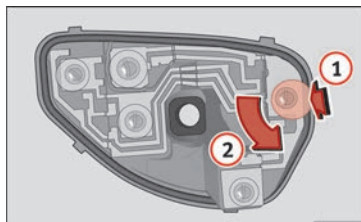

Fig. 107 Cambio de lámparas de las luces posteriores.
- Una vez retirado el portalámparas, presione en sentido de la flecha **1** y gire a la vez en sentido de la flecha **2** »» fig. 107.